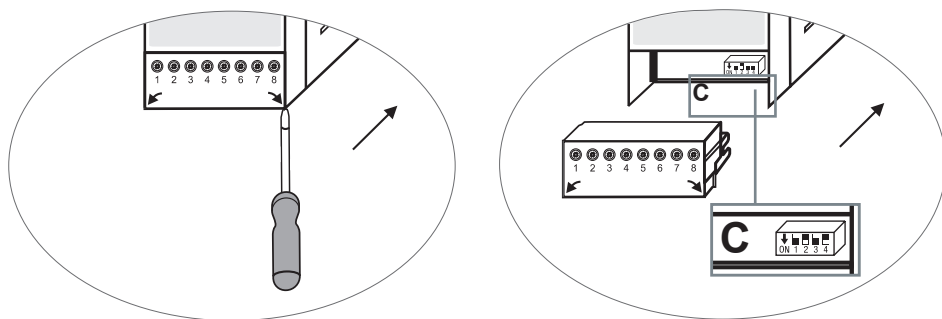

Fig. 5
Voir Figure 5
- Retire le bornier inférieure (Fig. 5).